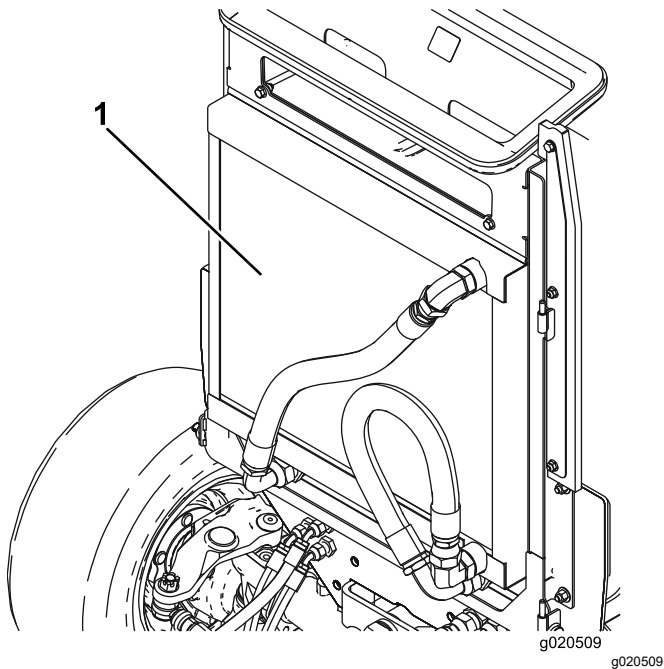

Figura 94
2. Limpe ambos os lados do radiador/refrigerador (Figura 94) com ar comprimido. Comece a partir da parte frontal e sopre os detritos para fora na direção da parte posterior. Depois, limpe a partir da parte posterior e sopre na direção da parte frontal. Repita o procedimento várias vezes até remover toda a sujeira e detritos.